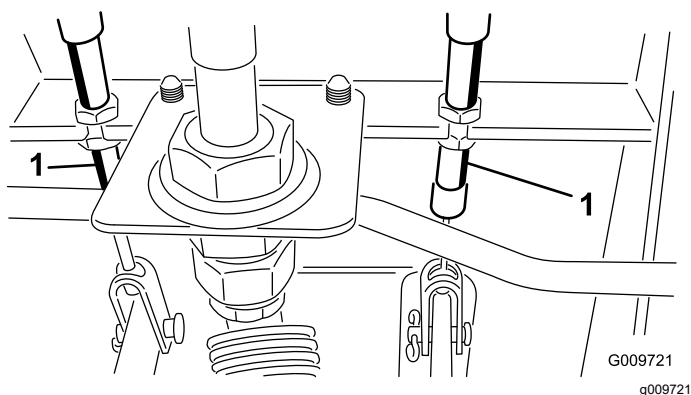

Рисунок 74
- A. Отпустите переднюю гайку на резьбовом конце троса тормоза (Рисунок 74).